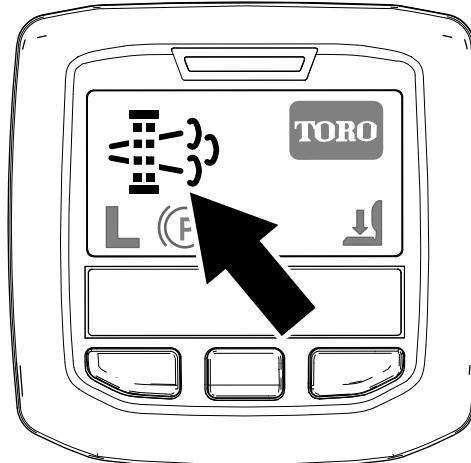

Bild 28
- Das Symbol für die geparkte Regenerierung wird im InfoCenter angezeigt (Bild 28).